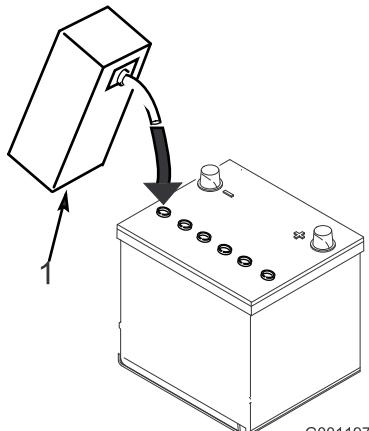

図 10
- 各セルに慎重に電解液を満たす。電極板が6mm程度水没するぐらいが適当(図10)。
- 電極板が液を吸収するまで20~30分間程度待つ。必要に応じて、電極板が6mm程度水没するぐらいに電解液を補充する(図10)。